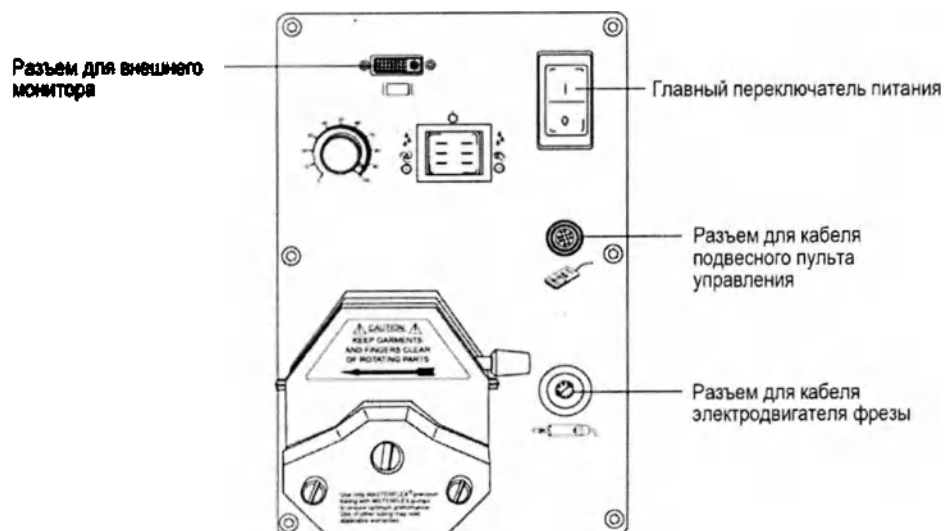

Рисунок 3-4. Подсоединение кабелей к нижней панели управления
- Переключатель питания на нижней панели управления находится в положении ВЫКЛ. (OFF) (Рисунок 3-4).
с. Вставьте кабель пульта управления в обозначенный разъем на нижней панели управления (Рисунок 3-4).
д. Если предполагается использовать дополнительный монитор, подсоедините его к разъему для внешнего монитора на нижней панели управления (Рисунок 3-4).